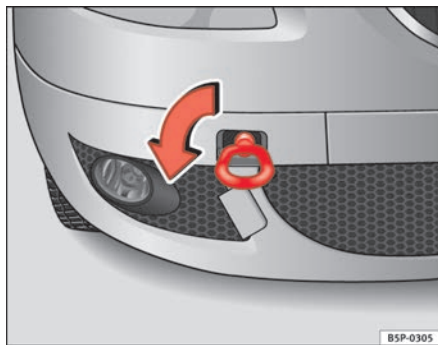
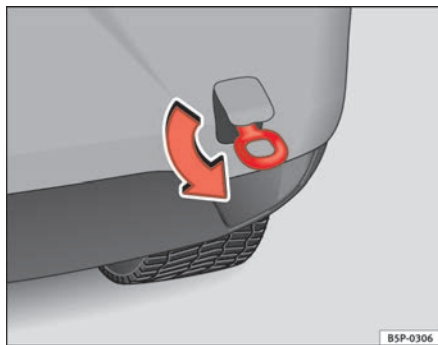

Fig. 205 Lato anteriore destro del veicolo: montaggio del gancio di traino anteriore
Fig. 206 Lato posteriore del veicolo: montaggio del gancio di traino
- Avvitare il gancio fino in fondo verso *sinistra* nel senso indicato dalla freccia o nel foro della parte anteriore ⇒ fig. 205 o in quello della parte posteriore ⇒ fig. 206. ■